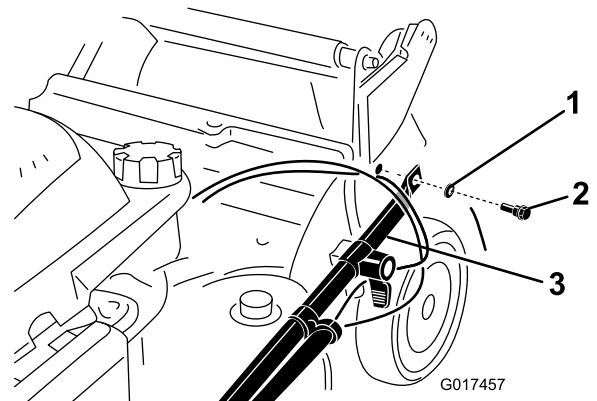

Figura 5
2. Fije los extremos del manillar al alojamiento de la máquina con 2 arandelas y 2 pernos de manillar (Figura 5), pero no apriete los pernos del manillar.
**Importante:** Coloque los cables en el exterior del manillar (Figura 5).